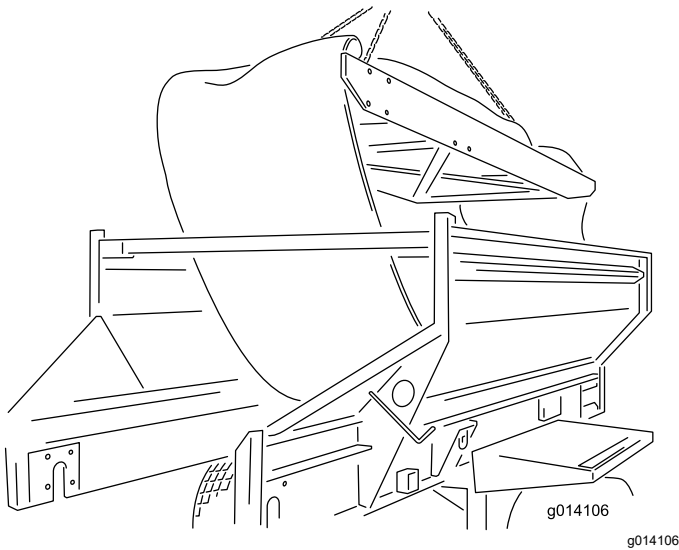

Figura 55
24. Retire o cartucho elevando-o do topo da máquina. Coloque-o no solo (Figura 55).